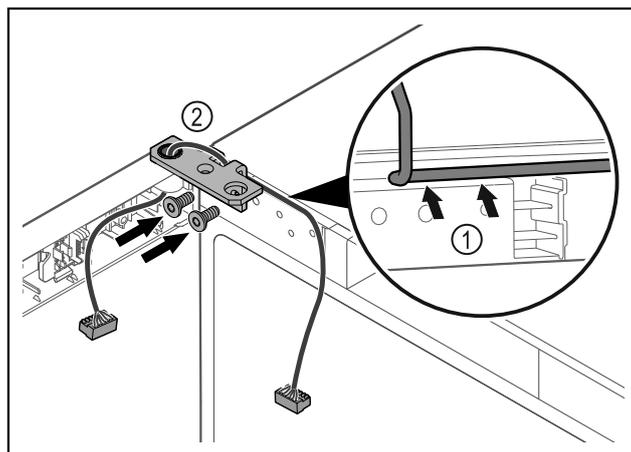

Fig. 43
- Provedite kabel kroz izrez na kutnoj šarki i oprezno ga položite Fig. 43 (1).
- Navrnite kutne šarke Fig. 43 (2).